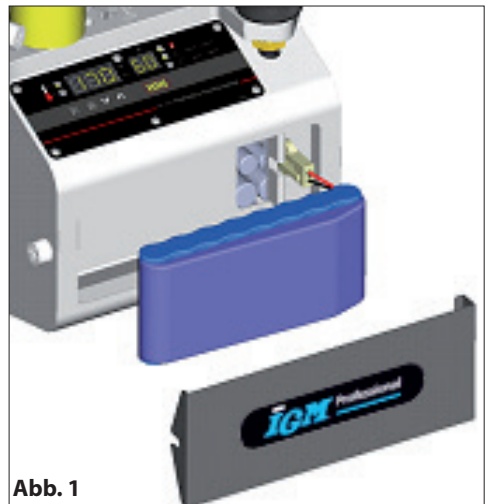

Abb. 1
- Öffnen Sie die Batterieabdeckung und schliessen Sie die Batterie an. (Abb. 1)